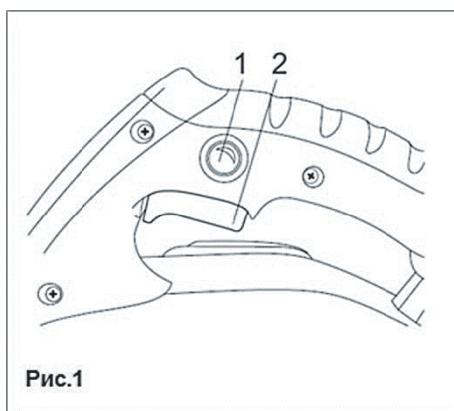

Рис.1
- Для включения электрорубанка, нажав предварительно кнопку фиксатора выключателя (1), плавно нажмите клавишу пуска (2).
- Для выключения электрорубанка, отпустите клавишу (2). Рис.1\